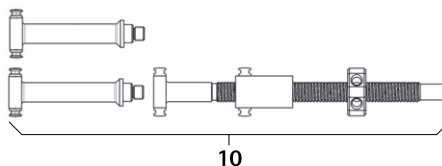

Рис. 15
- Установить шпindelный дистрактор 10, см. Рис. 15.